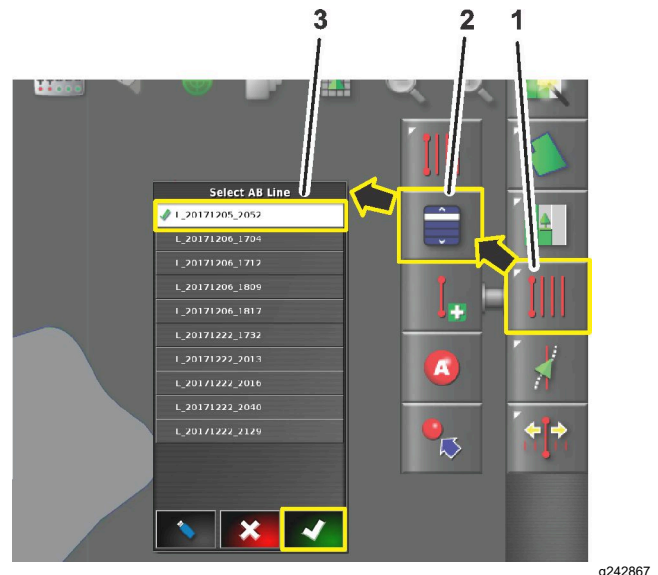

Bild 19
1. Tippen Sie auf das Symbol „Leitlinien-Menü“ (Bild 19).
4. Drücken Sie auf das Symbol zur Auswahl der Leitlinie (Bild 19).
5. Drücken Sie auf das gewünschte Feld für den Namen der Leitlinie und dann auf das Bestätigen-Symbol (Bild 19).